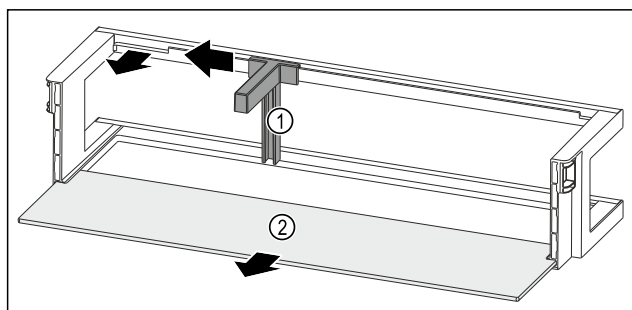

Fig. 138 Dveřní přihrádka s držákem lahví a odkládací plochou
- Držák lahví Fig. 138 (1) posuňte na stranu až k vybrání.
- Držák lahví Fig. 138 (1) odeberte.
- Odkládací plochu Fig. 138 (2) odeberte.